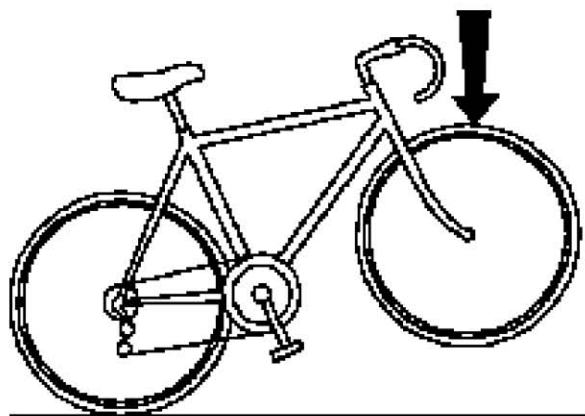

Fig. 17
sollevate la ruota anteriore alzando la bicicletta per il manubrio (Fig. 17) e date dei colpi secchi dall'alto verso il basso sulla ruota verificando che essa rimanga saldamente in posizione.
- To check that the wheel is tight, raise the front wheel by lifting the bicycle by the handlebars (Fig. 17) and strike the top of the wheel sharply in a downward direction. The wheel should remain firmly in place.
das Fahrrad beim Lenkerbügel leicht hochziehen, um das Vorderrad vom Boden abzuheben (Abb. 17). Nun von oben nach unten auf das Laufrad schlagen. Darauf achten, daß das Laufrad fest und sicher in Position bleibt. Die selbe Kontrolle nun auch beim Hinterrad durchführen.
soulevez la roue avant en levant la bicyclette par le guidon (Fig. 17) et donner quelques coups secs du haut vers le bas sur la roue en vérifiant qu'elle est solidement fixée.
levantar la rueda anterior cogiendo la bicicleta por el manillar (Fig. 17) y golpear con golpes secos, de arriba a abajo, la rueda, asegurándose que ésta permanezca en su sitio bien fija.
- U kunt op de volgende wijze eenvoudig controleren of het wiel goed vastzit: Til het voorwiel van de grond door het stuur omhoog te trekken (Fig. 17) en geef het wiel een stevige duw naar beneden. Het wiel dient zonder problemen op zijn plaats te blijven.